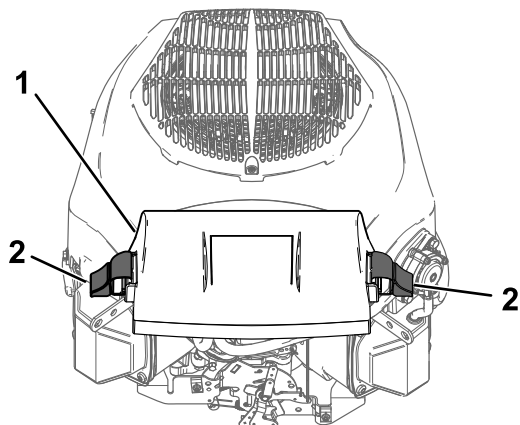

Рисунок 43
3. Установите крышку и закрепите ее стопорными зажимами (Рисунок 43).